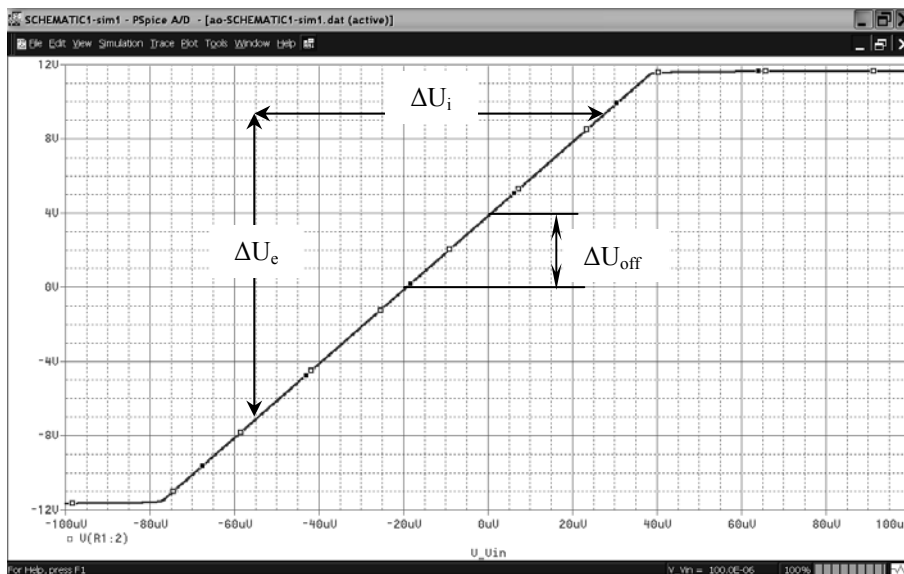

Figura 5.65
4. Rulați o analiză de curent continuu (*DC Sweep*) pentru o variație a tensiunii de intrare  $V_{in}$  cuprinsă între  $-100 \mu\text{V}$  și  $100 \mu\text{V}$ , cu pas de  $0,1 \mu\text{V}$ . Trebuie să obțineți imaginea din figura 5.65.